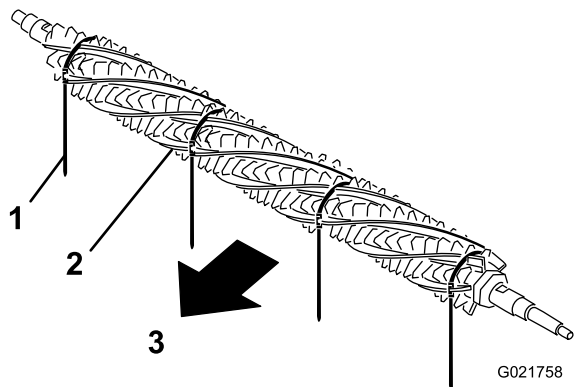

図 18
1. グルーマ・リールの一方の側から、ブラシを差し入れ、グルーマ・リールの各溝にブラシが入るようにセットする (図 18)。